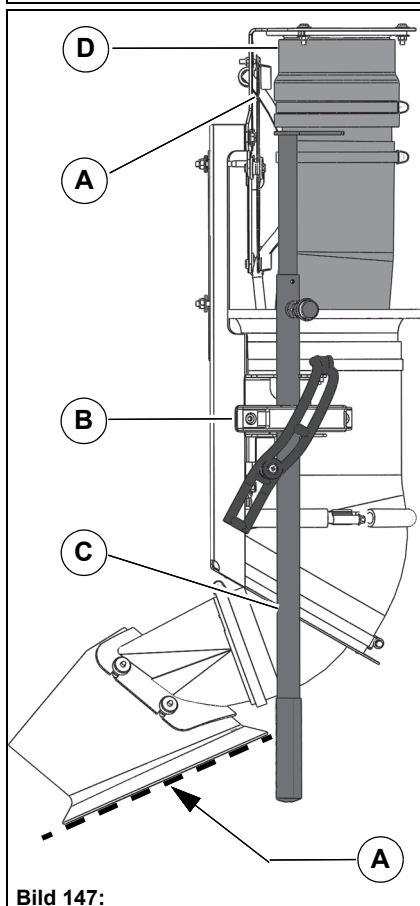

Bild 147:
Den 4 meter långa handsugslangen **Bild 147-D** är till för effektiv rengöring av svåråtkomliga ställen.
2. Ta vid behov ut inläggsplåten **Bild 147-A** från hållaren och skjut in den under gummitätningen.
3. Lossa låsanordningen **Bild 147-B** och dra ut handsugslangen från hållaren neråt.
4. Håll handsugslangen med handtaget **Bild 147-C** och rengör ytan. Ställ vid behov in handtagsstången i längdled med spärrbulten. Skjut handsugslangen mot hållaren efter rengöringen. Tack vare undertrycket dras handsugslangen tillbaka automatiskt.